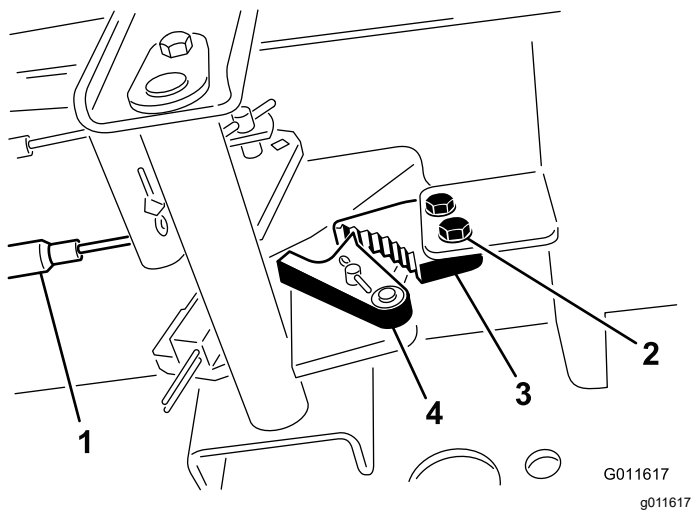

Bild 145
2. Lösen Sie die zwei Schrauben, mit denen die Sperre der Feststellbremse am Rahmen befestigt ist (Bild 145).
3. Drücken Sie das Pedal der Feststellbremse nach vorne, bis die Bremsenarretierung ganz an der Bremssperre greift (Bild 145).